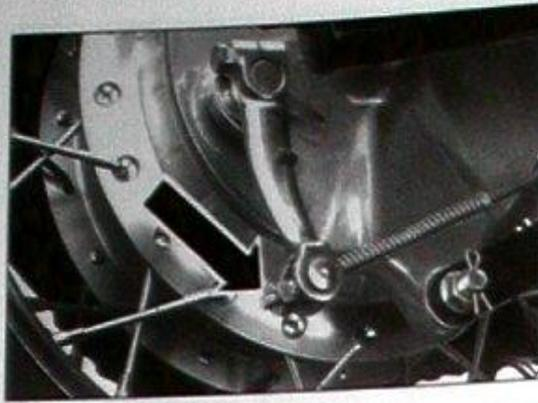

Bild 51
- Zur Einstellung Schaltergehäuse Bild 51 festhalten und Mutter ein- oder ausdrehen.